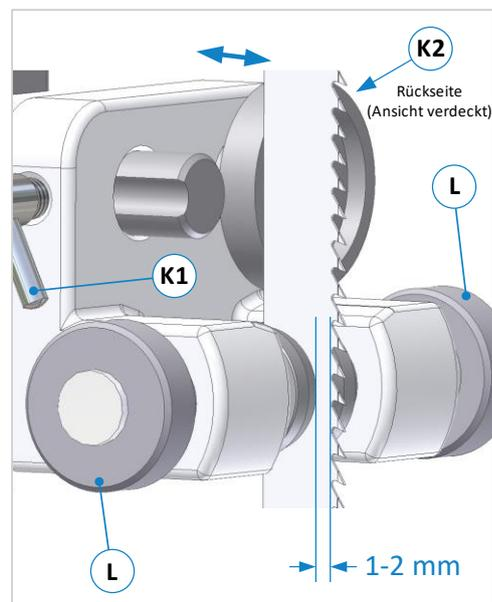

Abbildung 38: Einstellung der APA-Führungen
- Knebelschraube (**K1**) lösen und die komplette Führung auf dem Tragbolzen (**B**) durch Verschieben so einstellen, dass die Vorderkanten der Seitenrollen ca. 1 - 2 mm hinter dem Zahngrund des Sägeblattes stehen (siehe ⇒ Abbildung 38).